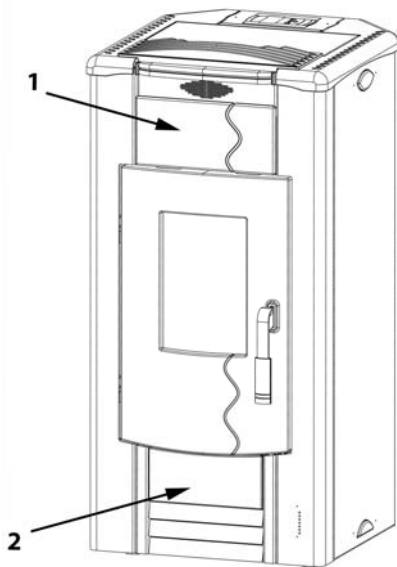

Abbildung 10a: Demontage der Blenden
Zum Reinigen der Abgaszüge gehen Sie wie folgt vor: Den oberen Rahmen abnehmen. Dieser ist mit Schrauben befestigt. Danach entfernen Sie die obere Blende (1), indem Sie die vier Flügelmuttern lösen. Weiters die untere Blende (2). Diese ist nur aufgesteckt und wird durch Abziehen entfernt (siehe Abb. 10a). Hinter der oberen und unteren Blende befinden sich die Reinigungsöffnungen für die Rauchgaszüge. Lösen Sie die Muttern und entfernen Sie die beiden Deckel der Öffnungen. Nun können Sie die freigelegten Innenräume und die seitlichen Rauchgaszüge reinigen (siehe Abbildung Nr. 10b+c).